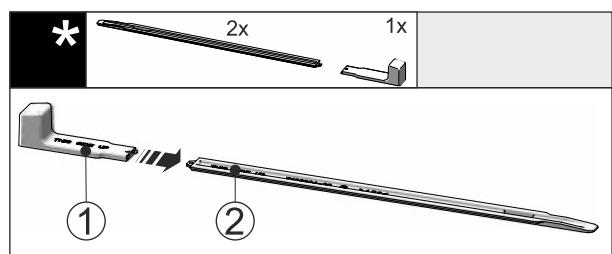

Fig. 47
- ▶ Montažni ročaj Fig. 47 (1) vstavite v izravnalno vodilo Fig. 47 (2).